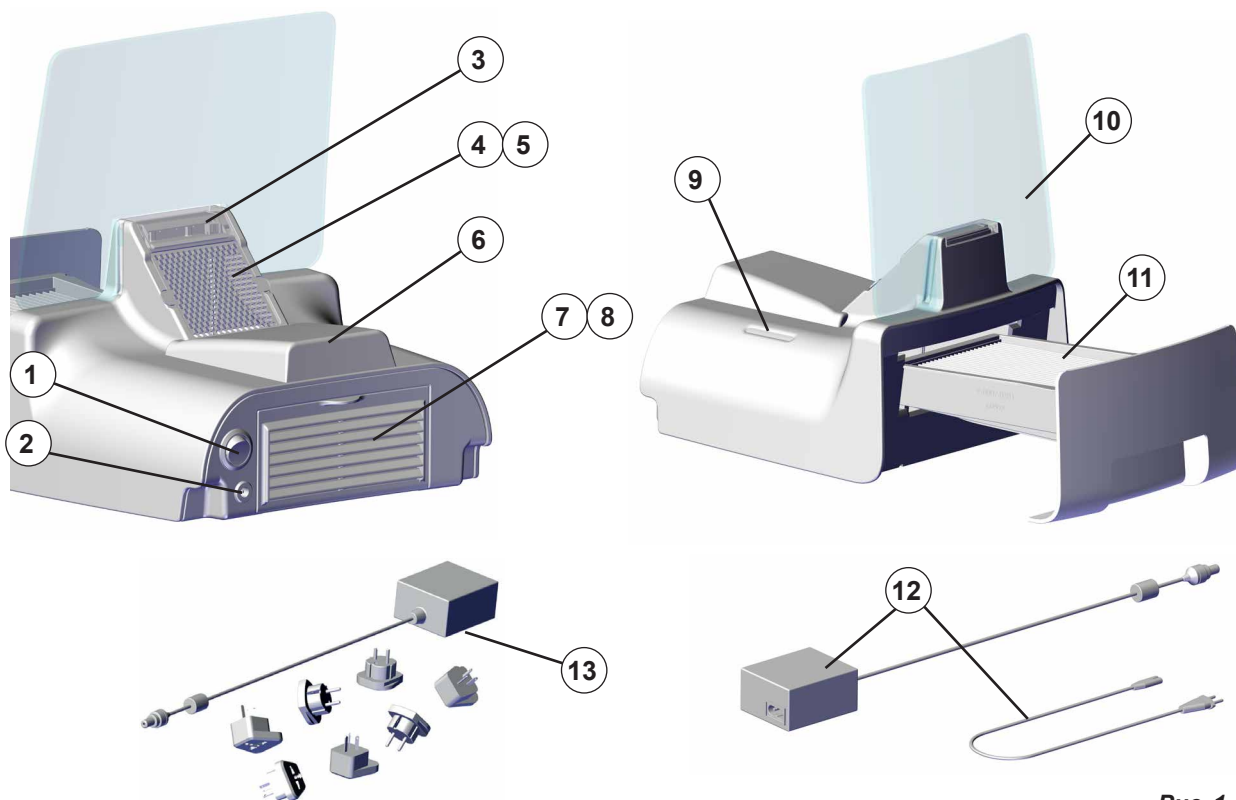

Рис. 1
- ⇒ Оборудование следует выключать с помощью выключателя Вкл. / Выкл. (1, Рис. 1).
Настольный блок питания (12, Рис. 1):
Подключаемый блок питания (13, Рис. 1):
Оборудование включается и выключается с помощью выключателя Вкл.-Выкл.(1, Рис. 1).